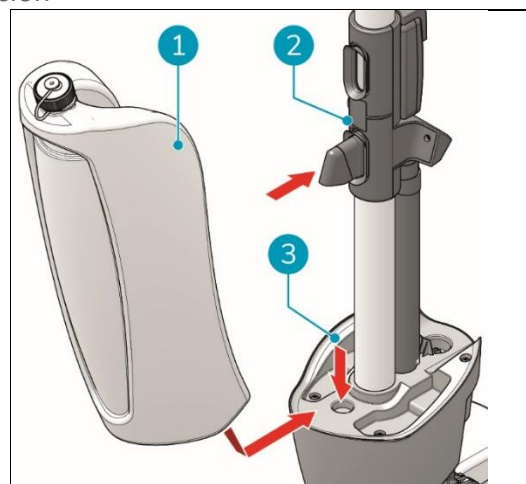

Figura 12
1. Coloque la parte inferior del depósito de recuperación (Figura 12, pos. 1) en la parte delantera de la i-mop® XXL Pro (Figura 12, pos. 3).
2. Empuje la parte superior del depósito hasta que oiga un "clic", el imán (Figura 12, pos. 2) bloqueará el depósito de recuperación en su sitio.